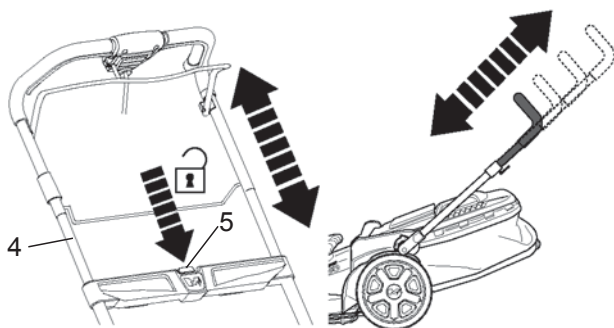

Fig.5
- > Appuyez sur le bouton de déverrouillage [5] et maintenez-le en position pendant le réglage de la hauteur de la poignée supérieure [4] en tirant ou poussant (Fig.5).